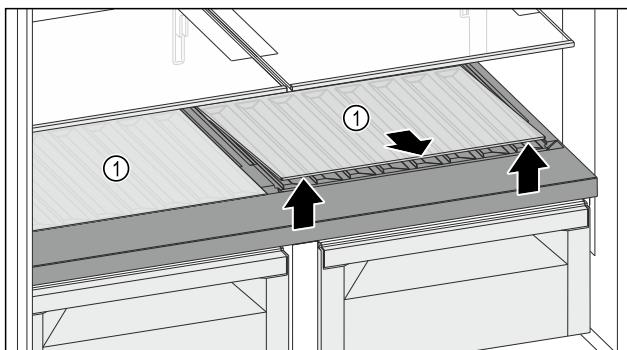

Fig. 120
- Eine Glasplatte oder beide Glasplatten Fig. 120 (1) an der Aussparung vorne anheben und herausnehmen.
- Glasplatte(n) Fig. 120 (1) außerhalb des Geräts sicher aufbewahren.